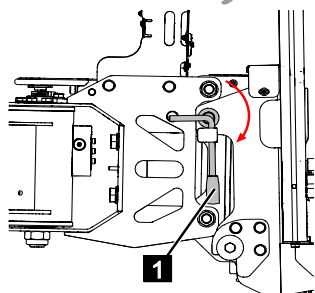

Fig. 154
4. Tourner la cheville de la nacelle (Fig.154/1) de 90° dans le sens des aiguilles d'une montre.